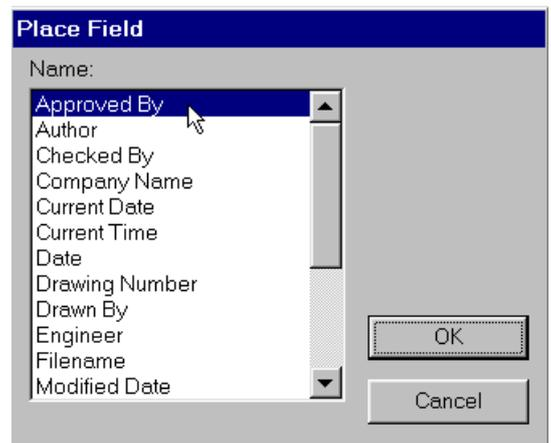

Рис. 4-14. Выбор поля из списка
3) На появившейся панели **Place Field** (рис. 4-14) выберите из списка название нужного поля, например, «Author» (Автор) и щелкните по нему левой кнопкой мыши.